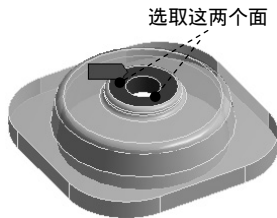

图 7.6.53 定义目标面
(2) 定义目标面。单击以激活 **Target** 后的文本框，选取图 7.6.53 所示的模型表面为目标面(两个面)，单击 **Apply** 按钮。